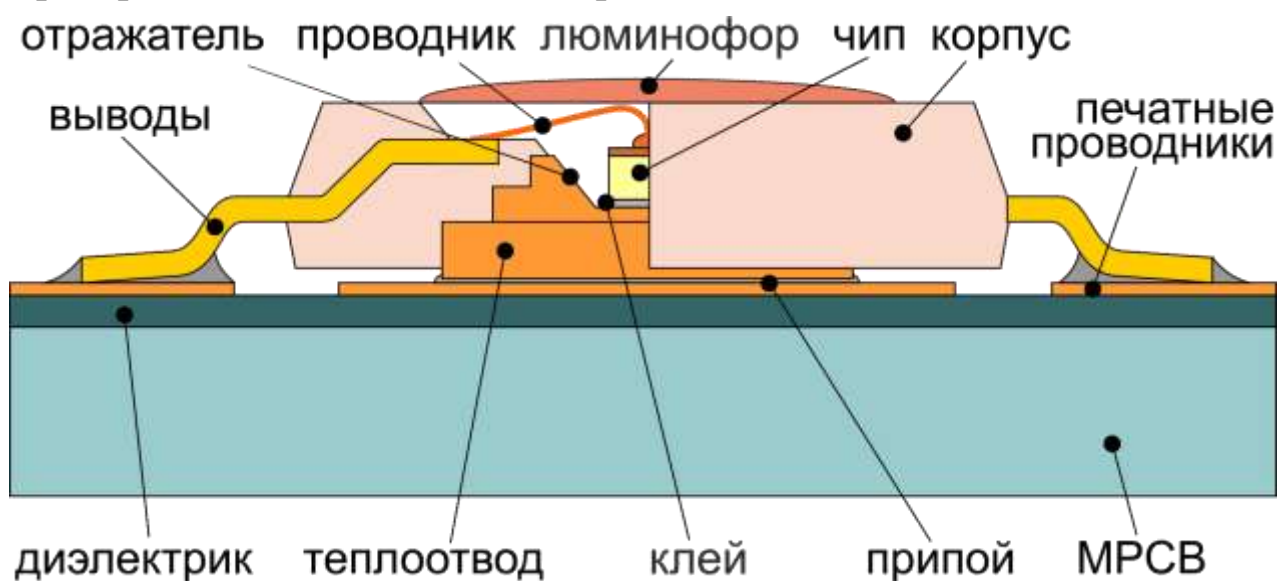

Рисунок 2 - Схема одной из конструкций белого светодиода. (МРСВ – печатная плата с высоким коэффициентом теплопроводности)
Рисунок 2 – Устройство TFT-панели: жидкокристаллическая матрица с разделителями (8); управляющая пластина (5,6 – горизонтальные и вертикальные управляющие шины; 9 – тонкоплёночные транзисторы; 11 – задние электроды); 10 – фронтальный электрод; 1 – стеклянные пластины; 2,3 – горизонтальный и вертикальный поляризаторы; 4 – RGB-светофильтр; 7 – слои прочного полимера; желтая стрелка – свет внешнего источника.